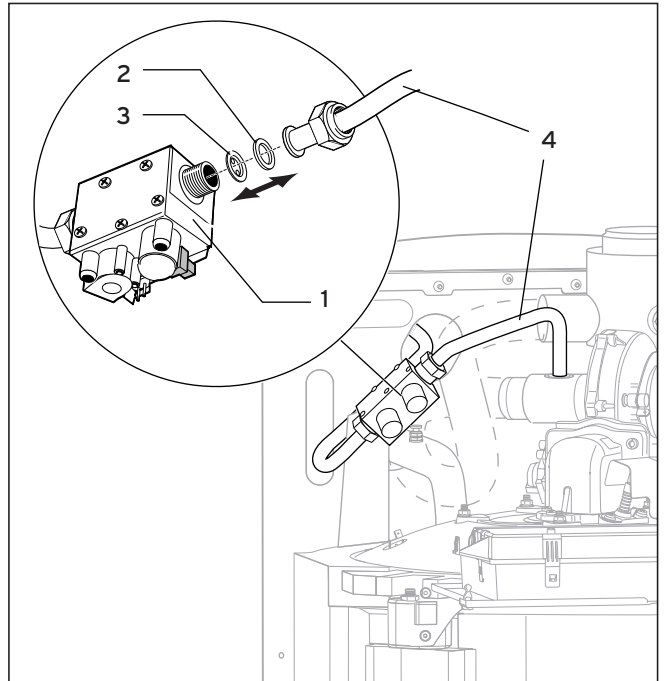

Abb. 8.5 Gasarmatur tauschen
- **Entnehmen Sie die Blende (3, Abb. 8.5, nicht VKK 656/2)**